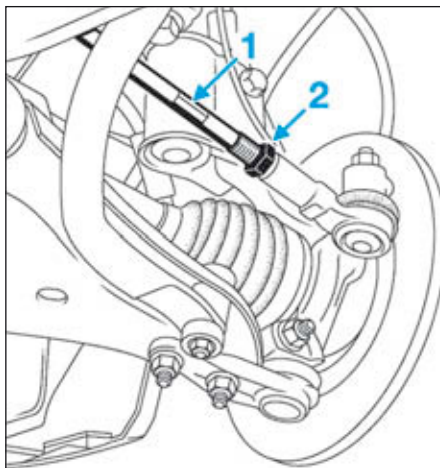

FIG.1
- Le parallélisme se règle par l'allongement ou le raccourcissement de la longueur des biellettes de direction, en les tournant par leur empreinte hexagonale (1), après avoir desserré le contre-écrou (2) (Fig.1).